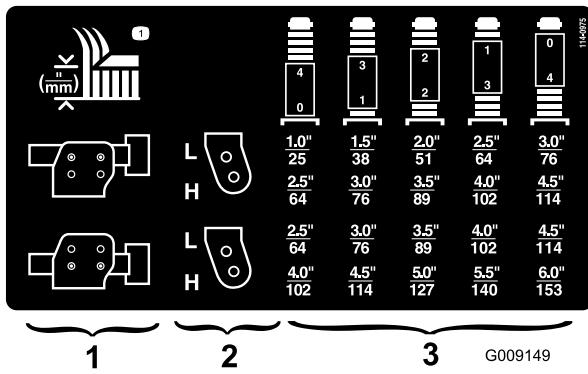

Рисунок 21
3. Поместите оси поворотных колес в одинаковые отверстия во всех поворотных вилках; для определения соответствия отверстий и высоты скашивания см. таблицу (**Рисунок 21**).
Примечание: Для определения правильных комбинаций проставок в зависимости от настройки высоты сканирования см. таблицу (Рисунок 21).